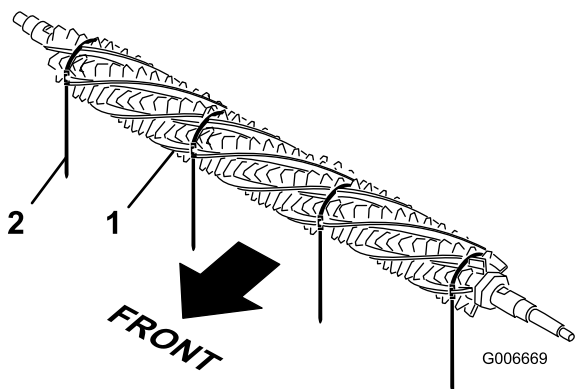

Figura 21
1. Desde un lado del molinete del acondicionador, deslice un cepillo en cada ranura alrededor de toda la longitud del molinete del acondicionador (Figura 21).